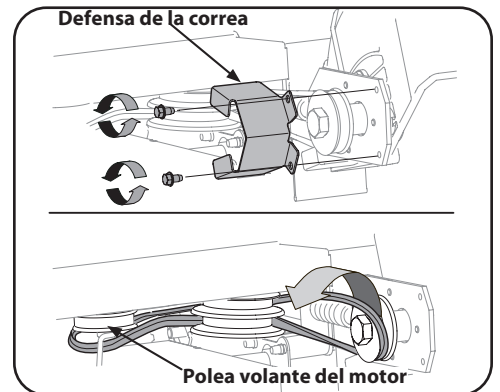

Figura 4-4
3. Retire la guarda de la correa de las poleas del husillo sacando los dos tornillos autorroscantes que la sujetan al montaje de la placa de la cuchilla. Vea la Figura 4-4.
4. Cuidadosamente retire la correa de las poleas, verificando una vez más la orientación de la correa. Descarte la correa. Vea la Figura 4-4.
**NOTA:** Asegúrese de que el lado "V" de la correa está asentado sobre la polea superior y que el lado plano de la correa está asentado sobre la polea inferior. Vea la Figura 4-4.